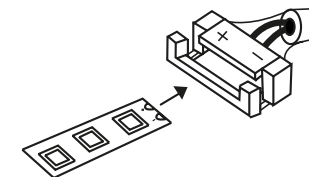

FIG 4.
4. Houd de connector zoals afgebeeld in fig 4. met het schuivende gedeelte aan de onderzijde en schuif de ledstrip volledig in de connector. **Let op de polariteit!** De connector past maar op één manier op de ledstrip.